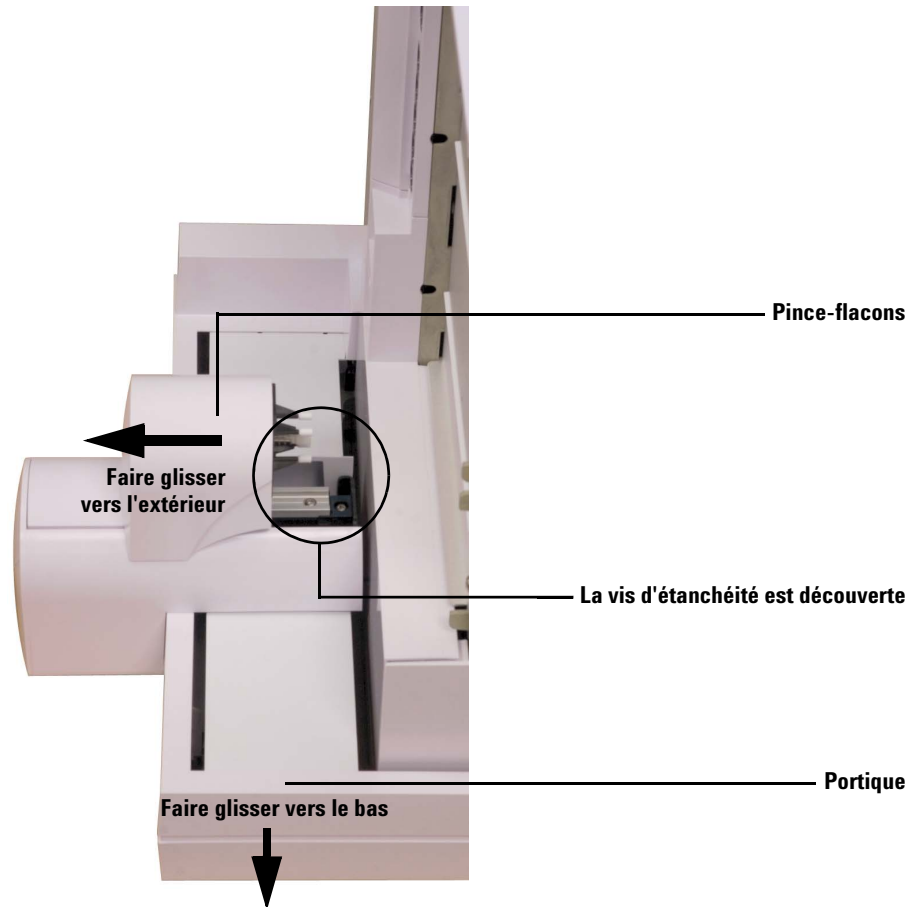

Figure 10 Exposition de la vis d'étanchéité dans la zone de la pince
- 7 Posez le porte-échantillons sur une surface plane et stable. Vous devez le placer sur chant, support vers le haut. Laissez le portique coulisser complètement (Figure 10).
- 8 Faites glisser le pince-flacons vers l'extérieur (à l'opposé de la base du porte-échantillons) jusqu'à ce que la vis d'étanchéité soit accessible (Figure 10).